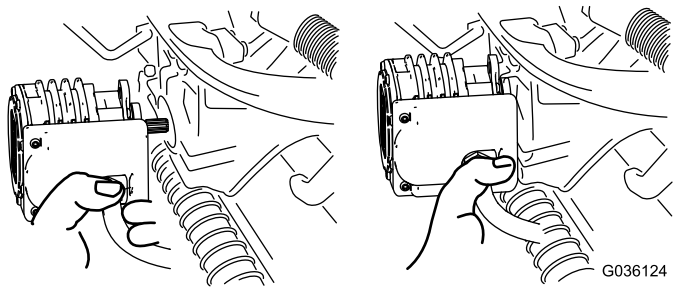

Bild 57
5. Legen Sie den Motor am Aufbewahrungsort vorne am Aufhängearm ab (Bild 57).